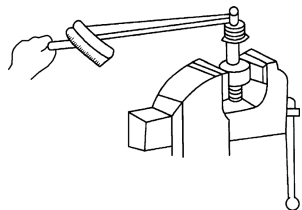

图 4-47 检查离合器工作是否正常
2) 检查起动机离合器是否打滑或卡滞。如图 4-47 所示,可用扳手,将离合器驱动齿轮夹在台虎钳上,在花键套筒中套入花键轴,使扳手接在花键轴上,**测得力矩应大于规定值 (24 ~ 26N·m)**,否则说明离合器打滑。反向转动离合器应不卡滞,否则修理或更换离合器总成。